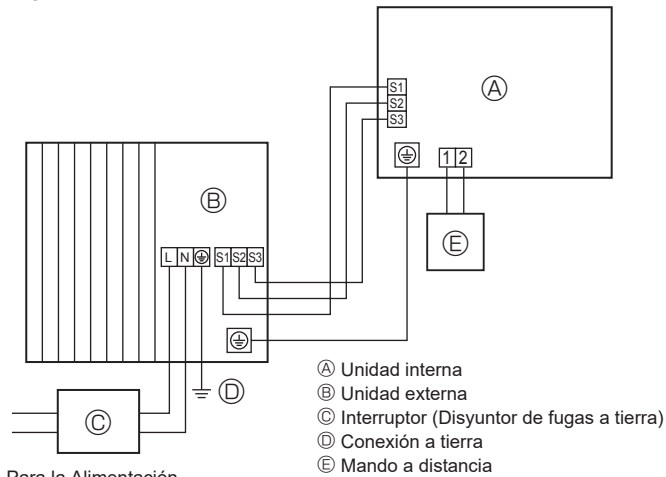
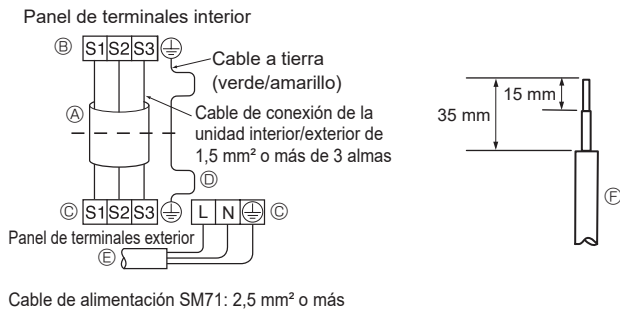
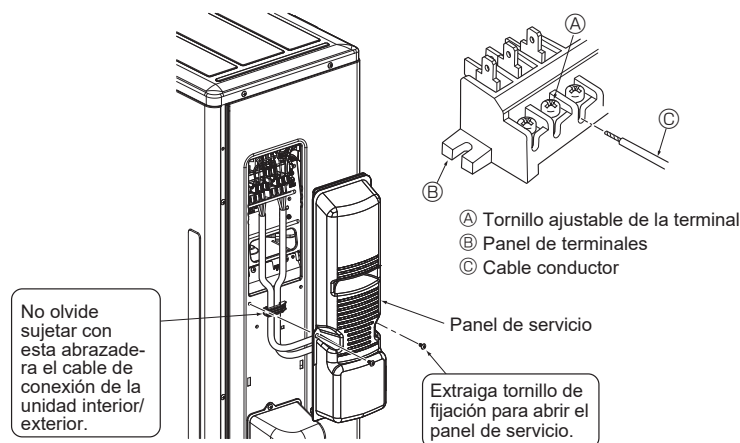

Fig. 6-1
Fig. 6-2
Fig. 6-3
### 6.1. Unidad exterior (Fig. 6-1, Fig. 6-2, Fig. 6-3)
- ① Retire el panel de servicio.
- ② Conecte los cables de acuerdo con la Fig. 6-1, Fig. 6-2 y la Fig. 6-3.
- Realice el tendido eléctrico como muestra el diagrama inferior izquierdo (los cables no vienen incluidos). (Fig. 6-2)